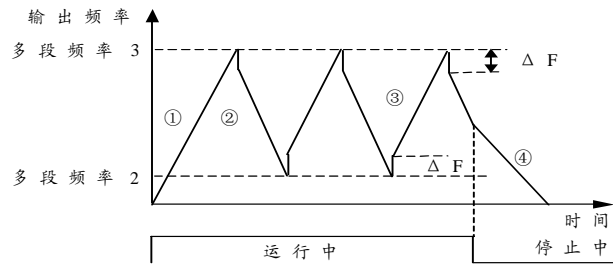

图 6-26 摆频运行
F700=5, 为摆频运行, 这指以预先设定的加减速时间使设定频率按一定规律周期性地变化。对于那些根据像纺纱机上筒管的前后直径不同来让转速变化的系统很有效。见图 6-26, 图中  $\Delta F$  为多段频率 1, ①为加速时间 2, ②为减速时间 3, ③为加速时间 3, ④为减速时间 2。